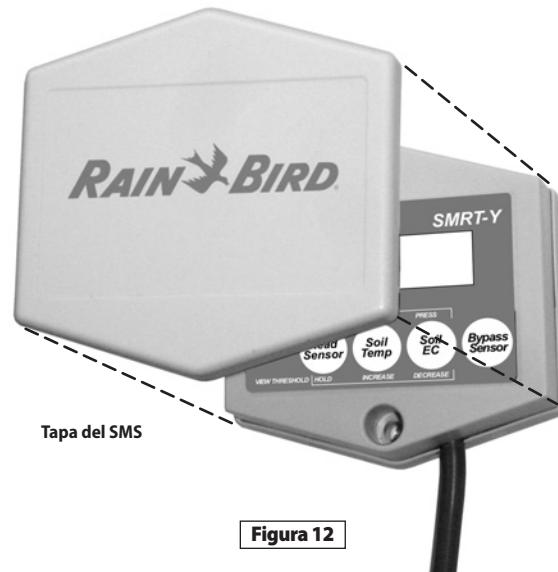

Figura 12
4. La exposición prolongada a la luz solar directa podría dañar la pantalla LCD del SMRT-Y. Utilice la tapa protectora si la instalación se realiza bajo luz solar directa (consulte la figura 12).